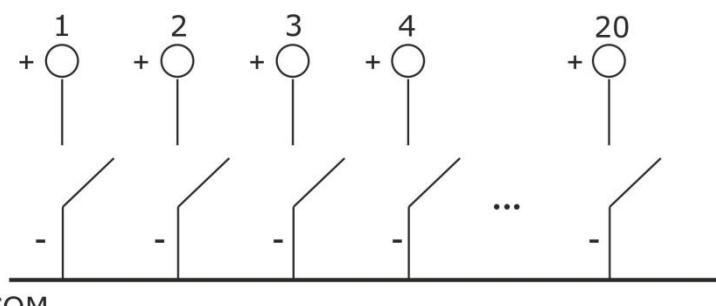

Рисунок 3. Схема подключения внешних контактов вызова
2. Проложить кабель от требуемых устройств (абонентские устройства громкой связи, контроллер, радиоконтроллер, 4-х канальный радиоприемник) к табло отображения и подключить его следующим образом: выход + устройства к клеммам 1 - 20, выход – устройства к клеммам COM (см. рис.3).